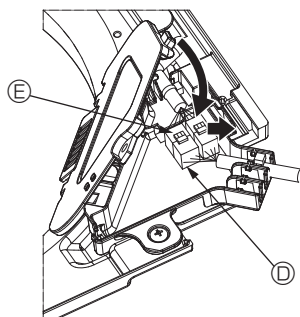

Fig. 5-10
- ③ Après avoir placé les fils de la boîte de raccordement, refermez le couvercle de cette boîte. Veillez à ne pas pincer les fils. (Fig. 5-10)